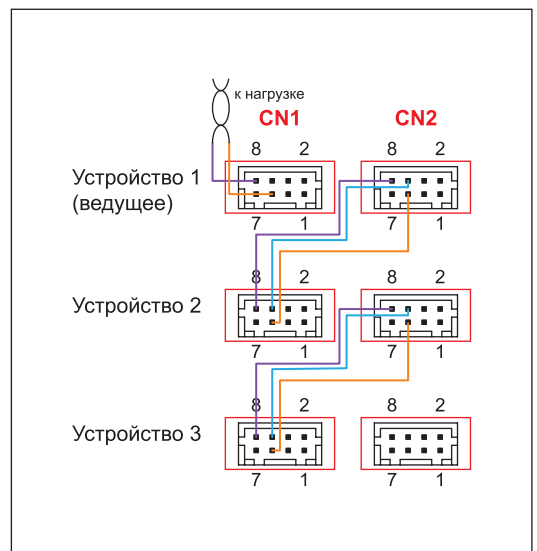

Рис. 7. Схема соединения разъемов источников RSP-3000 при их подключении в параллель
Помимо подключения силовых выходов к нагрузке, важно соблюсти схему соединения выводов разъемов CN1, CN2 на тыльной стороне источников (рис. 7). За активацию функции распределения выходного тока отвечает вывод 6 (CS) — синяя линия на рисунке. Этот сигнал с разъема CN2 предыдущего источника соединяется с аналогичным выводом разъема CN1 каждого следующего. Ведущим устройством считается то, у которого вывод 6 разъема CN1 остается открытым. Если провода между источником и нагрузкой достаточно длинные, необходимо задействовать функцию компенсации падения напряжения на проводах (подробнее ниже). Тогда вдобавок соединяются выводы 8 и 5 (+S, -S) параллельно подключенных источников (желтая и сиреневая линии). Выводы 8 и 5 ведущего устройства в скрученном виде подсоединяются к силовым контактам нагрузки.